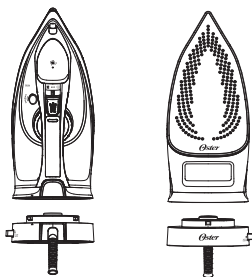

Figura 3
3. Para primer uso, **ESPERE** a que la luz roja cambie a verde; entonces la plancha está lista para ser usada. Sujete firmemente la plancha por el mango y retírela de la base (Figura 3).